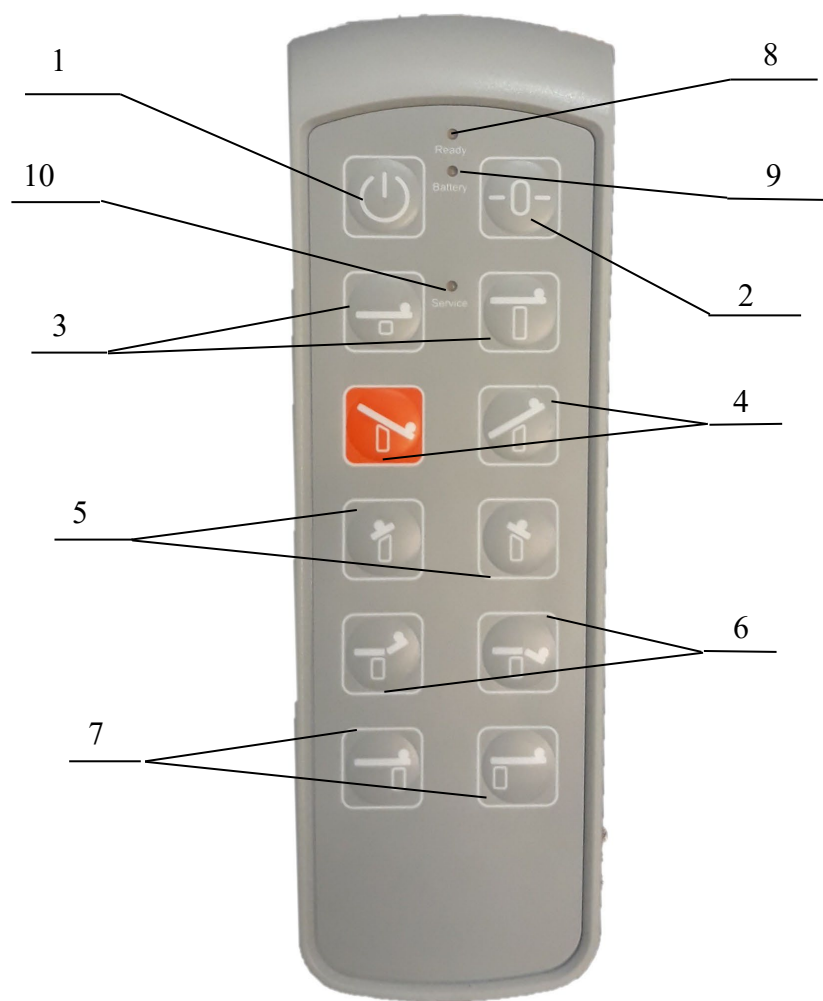

Рисунок 4. Пульт дистанционного управления и назначение его кнопок.
9.8 На пульте (Рисунок 4) нажмите кнопку 1, должен загореться индикатор 8. Стол готов к работе. Если в течении 20 секунд не будет нажата ни одна кнопка, пульт переходит в «спящий режим». Если при нажатии кнопки 1 ничего не происходит, подключите стол к сети питания (см. п. 9.11).
9.9 Если индикатор 9 горит зеленым цветом, это означает, что аккумуляторные батареи заряжены. Если индикатор горит оранжевым цветом, то заряд батарей меньше 50%, при разрядке до 30% раздаются три коротких звуковых сигнала, чтобы предупредить о необходимости зарядки аккумуляторных батарей. При зарядке батарей индикатор мигает зеленым цветом. Звуковые сигналы можно отключить одновременным нажатием кнопок 1 и 2 на 0,5с (Рисунок 4).